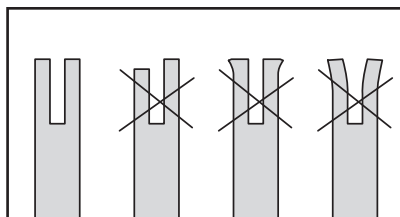

Fig. 41
5. Verifică să nu existe semne de uzură la canelura lamei de ghidare: Ține o riglă (de verificare cu muchii active) pe lateralul lamei de ghidare (2) și pe „paleta laterală a dinților tăietori”. Dacă există spațiu între riglă și lama de ghidare (2), atunci „canelura” lamei este normală. Dacă nu există spațiu (cu rigla aliniată cu marginea lamei de ghidare(2)), „canelura” lamei este uzată și trebuie înlocuită cu una nouă de același tip (Fig. 41).